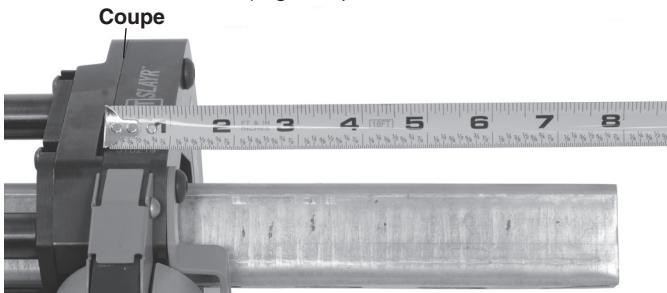

Figure 6A – Mesure de la longueur du chemin de câble
- A l'aide de l'encoche de ruban située à l'arrière de la face de coupe (Figure 6A).